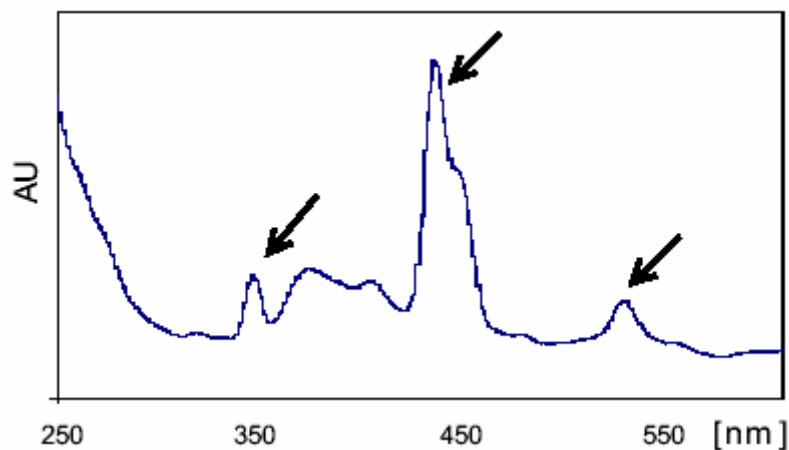

Рис.24 Характеристические максимумы поглощения оксида гольмия
8. На полученном спектре оксида гольмия должно быть 3 характеристических максимума. Как видно из рис.24 , при 361 нм, 446 нм и при 536 нм соответственно.